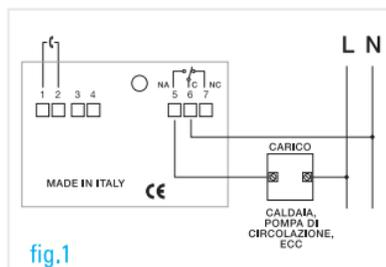

fig.1
0.1 Collegare i due fili dell'impianto di riscaldamento o raffreddamento ai morsetti a vite come da fig. 1 o 2